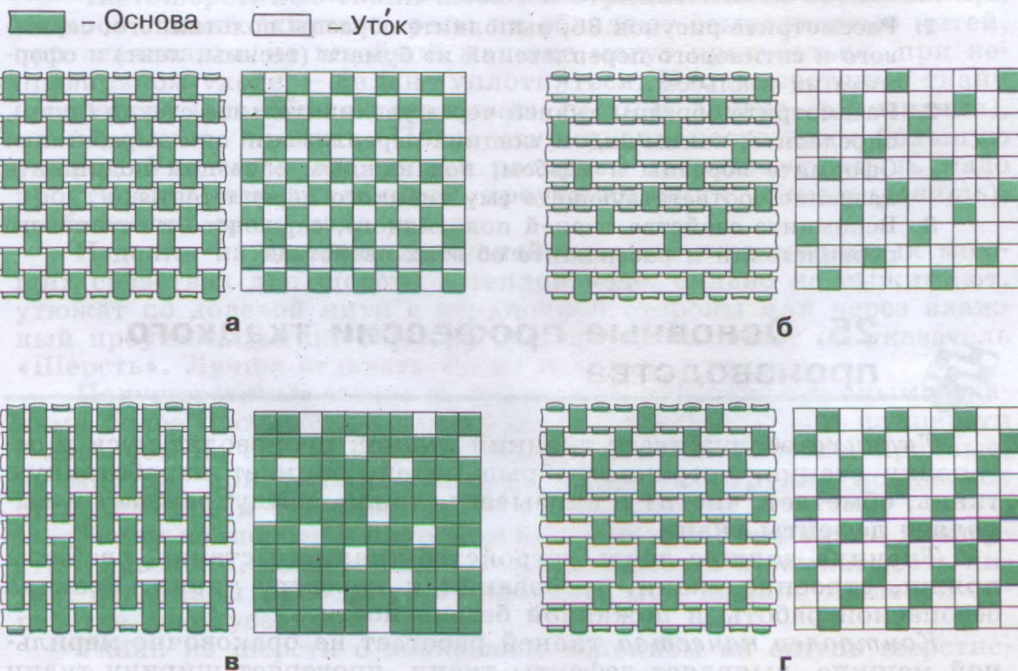

Рис. 36. Переплетения нитей в ткани:
Шерстяные ткани могут быть односторонними и двусторонними. Вырабатывают их простыми — полотняным, сатиновым, атласным, саржевым (рис. 36) — и сложными ткацкими переплетениями.
1. Рассмотрите рисунок 36, выполните образцы полотняного, саржевого и сатинового переплетений из бумаги (тесьмы, лент) и оформите их в альбом.